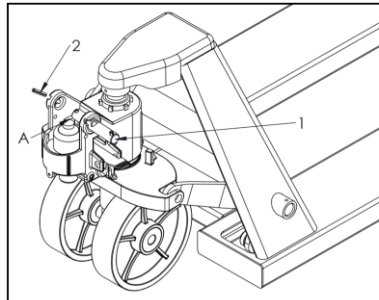

Abbildung 1
3.1 Runden Stift (Pos. 1) herausziehen - siehe Abb. 1.